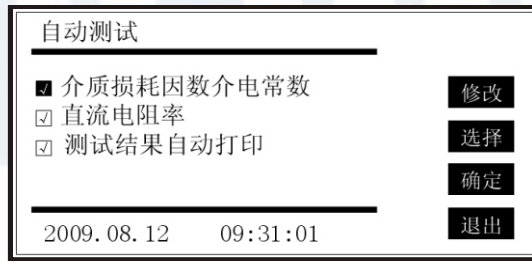

图 1.5.2
- (4) 进入【测试条件】，设置好测试电压和温度后，选择【自动测量】后进入图 1.5.2 页面。